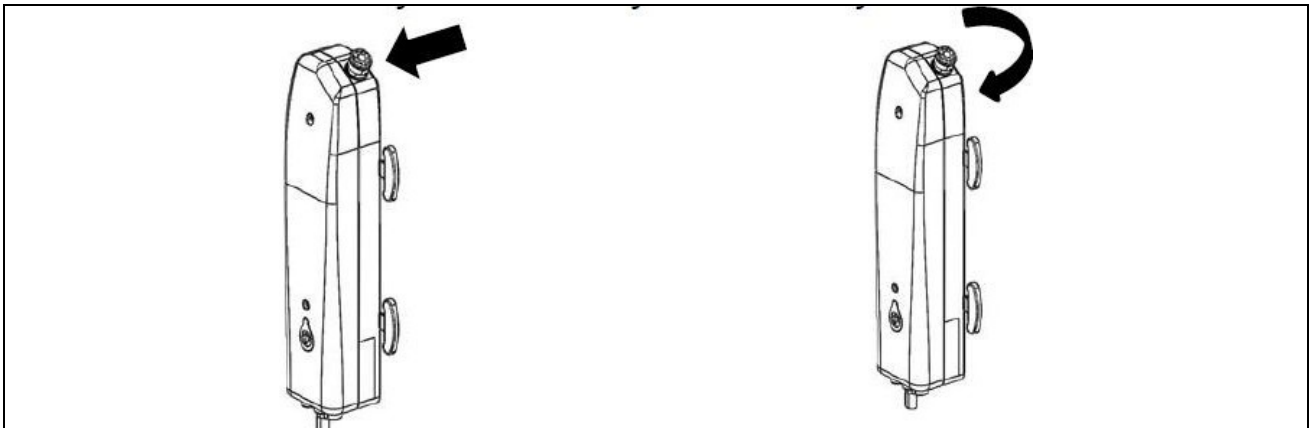

Fig 19
- Sulla centralina di controllo è presente un pulsante di emergenza. La semplice pressione del pulsante blocca tutte le funzioni elettriche ed il sollevatore si ferma. Per riattivare le funzionalità elettriche è necessario ruotare di mezzo giro in senso orario il pulsante rosso, in questo modo si disattiverà il blocco ed il sollevatore sarà nuovamente operativo (Fig. 19)
Qualora durante il sollevamento o abbassamento del paziente si verificasse una condizione di PERICOLO, per bloccare il sistema premere il Tasto Rosso di emergenza (Fig. 19).